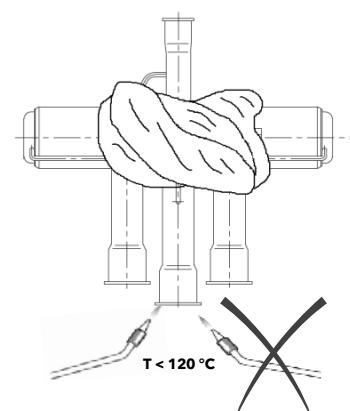

Fig. 2
- Before soldering the valve connections, remove the coil from the valve body. Solder the four valve connections using a special alloy (Sil-Fos 15). Use a wet rag on the valve during the soldering process. Make sure the valve body temperature remains under 120 °C (248 °F) during soldering (see Fig. 2).
- Prima di brasare le connessioni della valvola rimuovere la bobina dal corpo valvola. Brasare le quattro connessioni della valvola usando una lega specifica (SilFos 15). Usare uno straccio bagnato sulla valvola durante il processo di brasatura. Non surriscaldare il corpo valvola oltre i 120 °C (248 °F) durante la saldatura (vedi Fig. 2).
- Antes de soldar las conexiones de la válvula retire la bobina del cuerpo de la válvula. Suelde las cuatro conexiones de la válvula usando una aleación específica (SilFos 15). Use un trapo mojado en la válvula durante el proceso de soldadura. No recaliente el cuerpo válvula más allá de los 120°C (248 °F) durante la soldadura (ver Fig. 2).
- Die Spule vor dem Löten der Ventilanschlüsse aus dem Ventilgehäuse nehmen. Die vier Ventilanschlüsse mit einer spezifischen Legierung (SilFos 15) löten. Beim Löten ein feuchtes Tuch auf das Ventil legen. Das Ventilgehäuse beim Löten nicht über 120 °C (248 °F) erhitzen (siehe Abb. 2).
- Avant de braser les connexions de la vanne, sortir la bobine du corps de la vanne. Braser les quatre connexions de la vanne en utilisant un alliage spécifique (Sil-Fos 15). Poser un chiffon mouillé sur la vanne durant le brasage. Ne pas surchauffer le corps de la vanne durant le soudage (température maxi 120 °C (248 °F)) (voir Fig. 2).